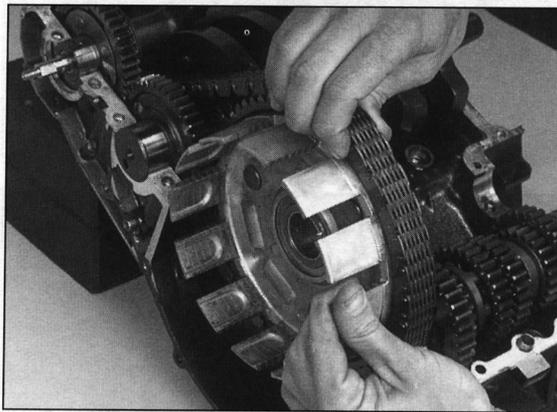

Bild 226
- Primärkette vom Ritzel herunterfädeln (Bild 226).